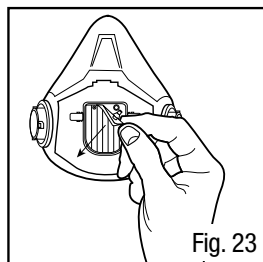

Fig. 23
2. Retire la Válvula de exhalación 3M™ 6583 desde el asiento de la válvula al tomar la válvula y jalar cada vástago de la válvula del asiento de la válvula (Fig. 23).